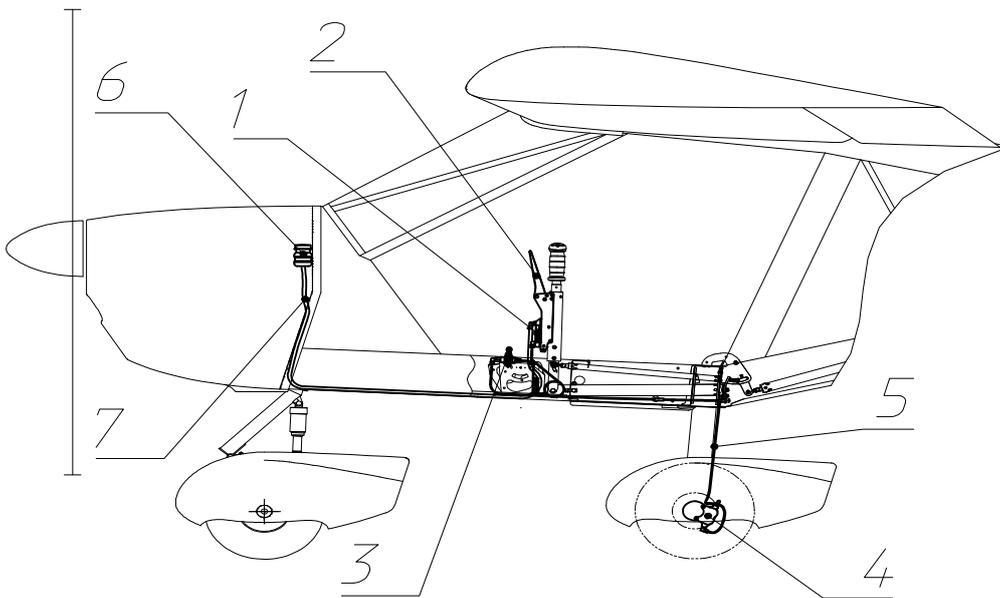

Abb. 10. Bremssteuerungssystem
Die Hauptradbremsen (Abb. 10) werden hydraulisch betätigt, indem der Bremshebel (2) den Druck steuert, der vom Hauptzylinder (1) zu den Radbremszylindern (4) übertragen wird.